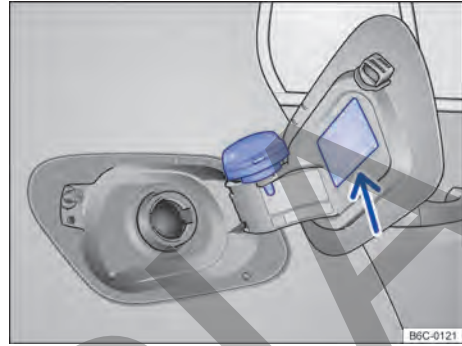

Fig. 154 Portezuela del depósito de combustible abierta con el tapón de cierre del depósito de combustible colgado.
- Retirar la tapa del depósito girándola en sentido antihorario y encajarla en el soporte de la portezuela del depósito → **fig. 154**.